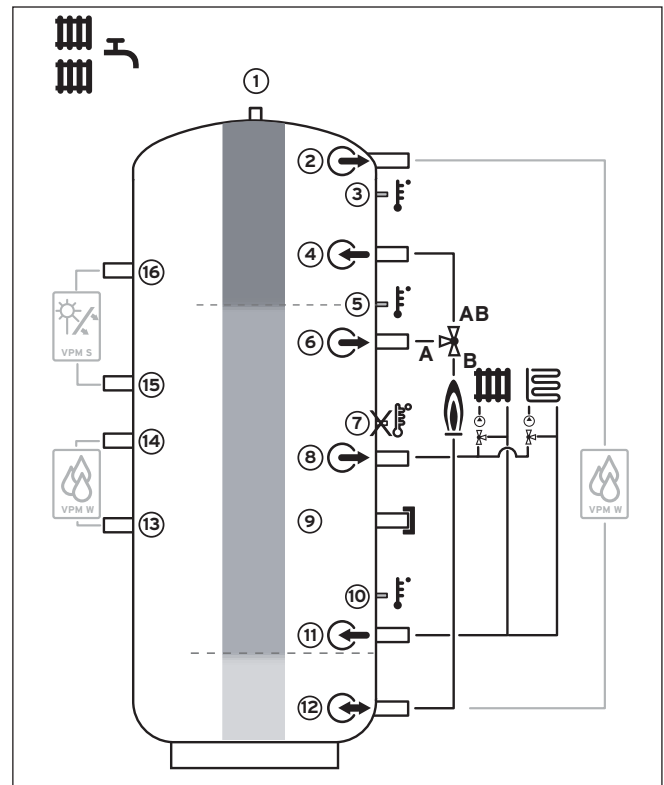

Fig. 4.2 Schema di collegamento uso abitativo
- Montare la stazione di acqua calda sanitaria sulla mandata e sul ritorno (vedere fig. 4.2, 13/14).
- Montare la stazione solare sulla mandata e sul ritorno (vedere fig. 4.2, 15/16).
- Montare le tre termosonde VR 10 comprese nella fornitura della centralina dell'impianto solare VRS 620/3 nei pozzetti delle sonde (vedere fig. 4.2, voci 3, 5 e 10) del bollitore tampone.
Se lo schema idraulico prevede l'impiego di una valvola selettiva a motore per alternare tra la sezione di disponibilità per l'acqua calda e quella per il riscaldamento, si applica la seguente situazione di montaggio (vedere fig. 4.2):